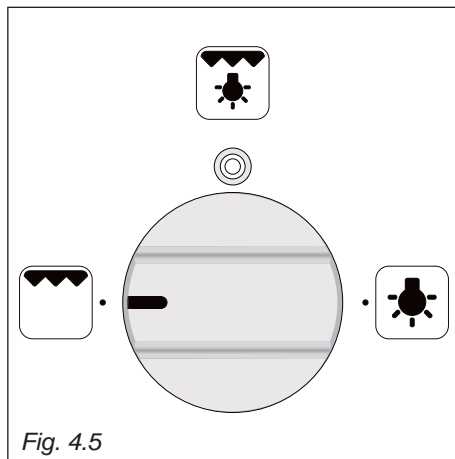

Fig. 4.5
- Ruotare in senso orario la manopola luce/grill nella posizione  (fig. 4.5).